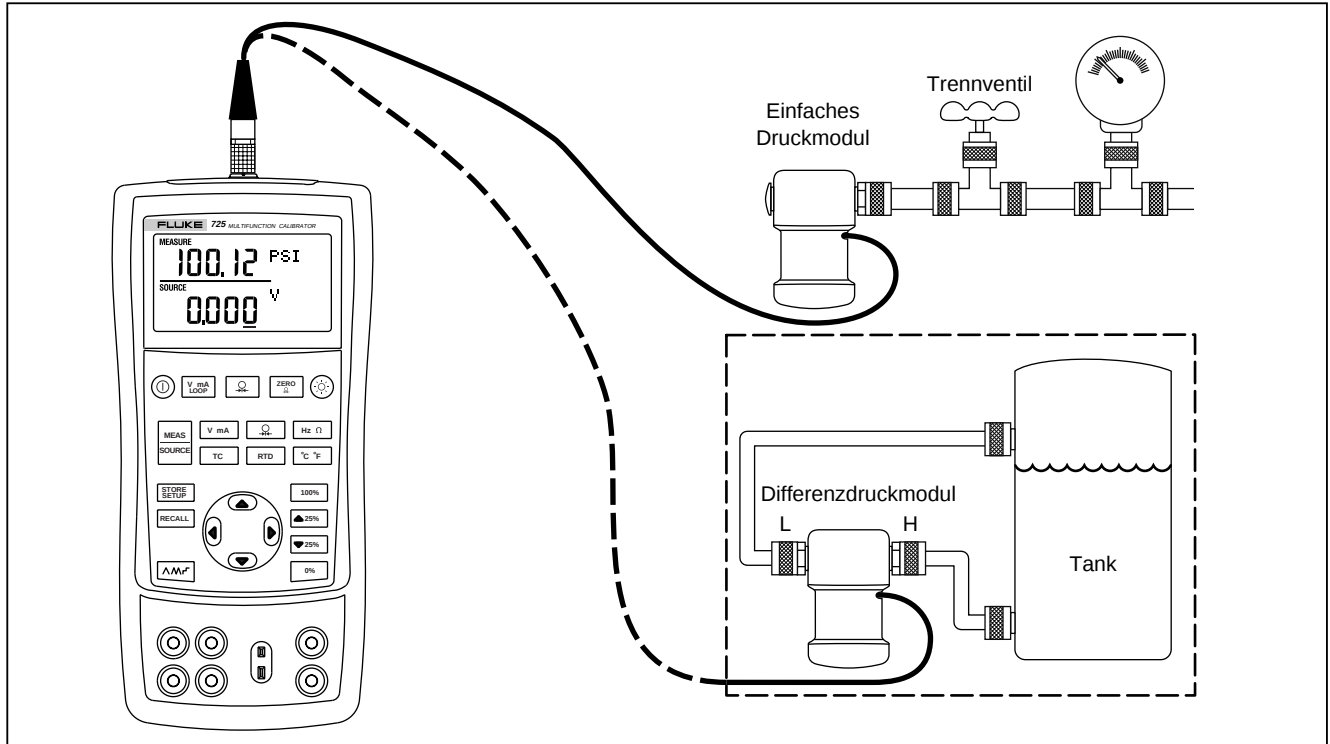

Abbildung 12. Verbindungen zum Messen von Druck
1. Das Druckmodul gemäß Abbildung 12 an den Kalibrator anschließen. Die Gewinde am Druckmodul akzeptieren Standard- $\frac{1}{4}$ -Zoll-NPT-Rohrverschraubungen. Wenn nötig, den $\frac{1}{4}$ -Zoll-NPT- $\frac{1}{4}$ -Zoll-ISO-Adapter verwenden.